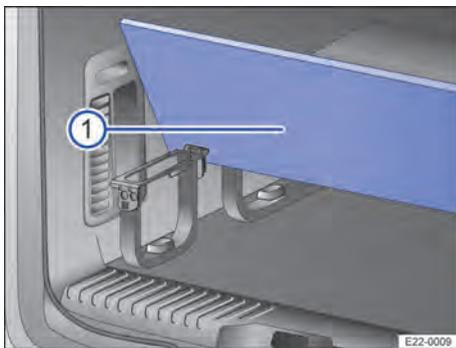

Fig. 137 No compartimento de bagagem: MultiFlex rebatido para cima.
1. Para abrir, segurar o MultiFlex estreito → Fig. 137 ① e rebatê-lo para cima.
2. Para fechar, segurar o MultiFlex estreito → Fig. 137 ① e rebatê-lo para baixo.